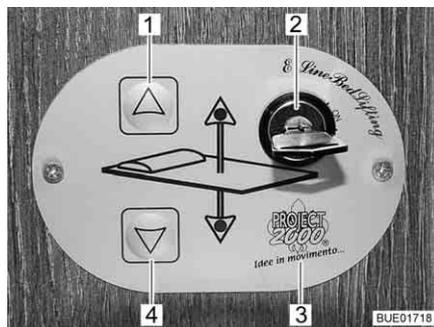

Fig. 124 Elemento de mando
Con las teclas (Fig. 124,1 y 4) en el elemento de mando (Fig. 124,3), se subirá o bajará la cama elevada. Con el interruptor llave (Fig. 124,2), se bloqueará el elemento de mando contra su utilización no autorizada.
- Girar la llave en el interruptor llave (Fig. 124,2) 90° en sentido de las agujas del reloj a la posición "On". El elemento de mando (Fig. 124,3) está activado.
- Pulsar la tecla de flecha (Fig. 124,4) y mantenerla pulsada hasta que la cama elevada haya bajado a la posición deseada.
- Pulsar la tecla de flecha (Fig. 124,1) y mantenerla pulsada hasta que la cama elevada haya subido a la posición final.
Si la cama elevada ya no se deja desplazar con las teclas de flecha (Fig. 124,1 y 4), controlar primero el fusible en el armario de pared delantero, en el lado izquierdo del vehículo o bien en Reserva 3 en el bloque eléctrico (véase apartado 8.9.1). Si el fusible está en orden y la cama elevada no se deja desplazar a pesar de esto, se podrá manejar la cama elevada en forma manual.